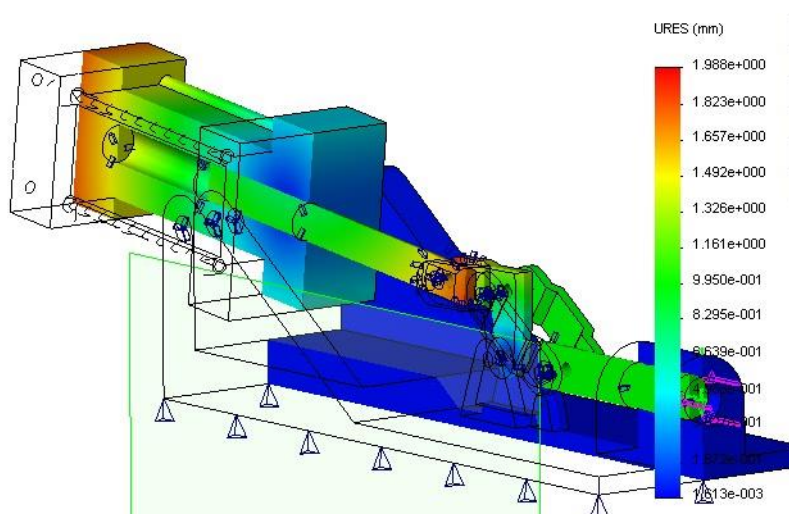

Рисунок 5.15 – Просмотр результатов
14. Просмотр результатов (рис. 5.15)